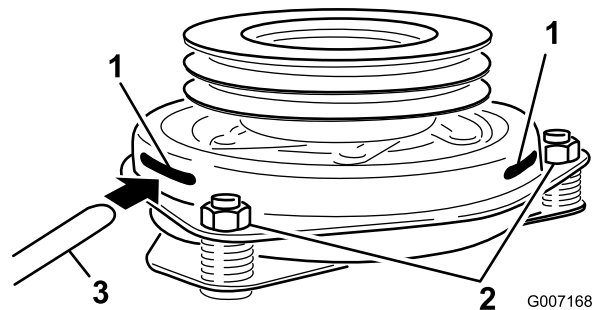

Figure 59
9. Insérez une jauge d'épaisseur de 0,381 à 0,533 mm dans une fente d'inspection sur le côté de l'ensemble. Vérifiez qu'elle passe bien entre les surfaces de frottement de l'induit et du rotor (Figure 59).
10. Serrez les contre-écrous jusqu'à ce la jauge d'épaisseur fléchisse légèrement mais puisse bouger facilement dans l'entrefer (Figure 59).